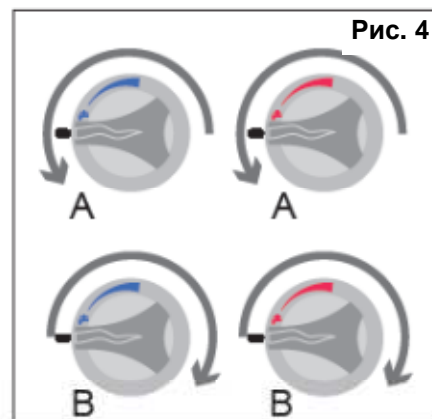

Рис. 4
Для подачи холодной или горячей воды в готовочную камеру можно воспользоваться соответствующими рукоятками (рис.4).
- Перевести рукоятку подачи воды в нужное положение (горячая вода – холодная вода – горячая и холодная) (рис. 4А) и заполнить бак до требуемого уровня;
- Рукояткой(-ами) перекрыть подачу воды после заполнения камеры до нужного уровня (рис. 4В);